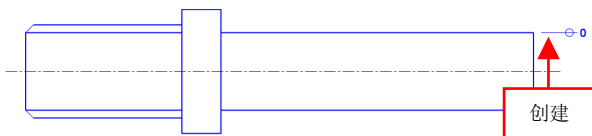

图 3-50 创建基准尺寸标注
(3) 在绘图区中的右上方水平直线上，单击鼠标左键，弹出【尺寸】属性管理器，创建基准尺寸标注，如图 3-50 所示。